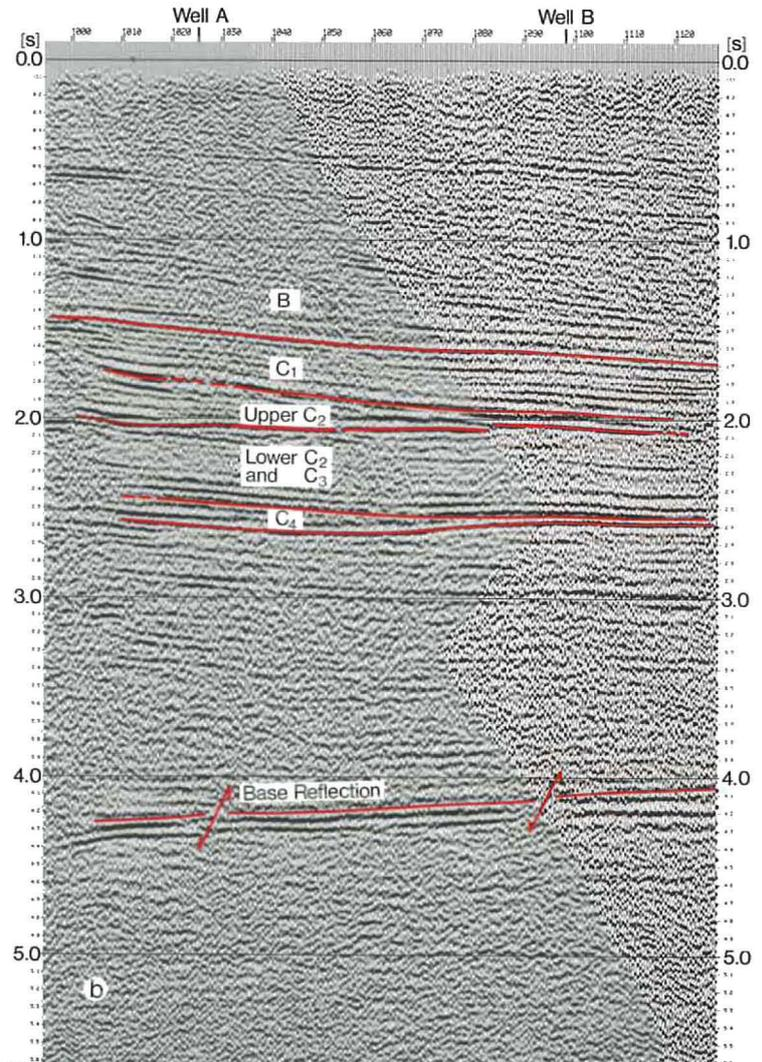

Fig. 8
Figure 7 shows the P- and S-section after interpretation and character correlation of the most important horizons. The V_p/V_s -ratio can now be determined for all the layer sequences between the datum level and the base horizon using equation (4). The result is shown in the form of a colour-coded section underlain by the P-section in figure 8.
Figur 7 zeigt die P- und S-Sektion nach Interpretation und Charakterkorrelation der wichtigsten Horizonte. Das V_p/V_s -Verhältnis kann nun unter Anwendung von Formel (4) vom Bezugsniveau ausgehend bis zum Basishorizont für alle dazwischenliegenden Schichtpakete errechnet werden. Das Ergebnis finden wir in Fig. 8 dargestellt in Form eines farbkodierten Profils, das von der P-Sektion unterlegt ist.
The Poisson's ratio σ in colour code underlain by the P-wave section. The irregularities of the V_p/V_s -ratio, for instance in the right part of C_4 in Figure 8, also show through here.